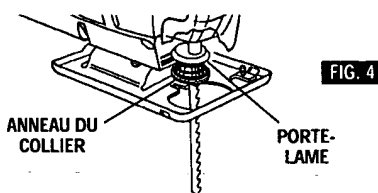

FIG. 4
2. Enfoncez la lame à fond avec les dents tournées dans la direction du sciage comme illustré à la (fig. 4).